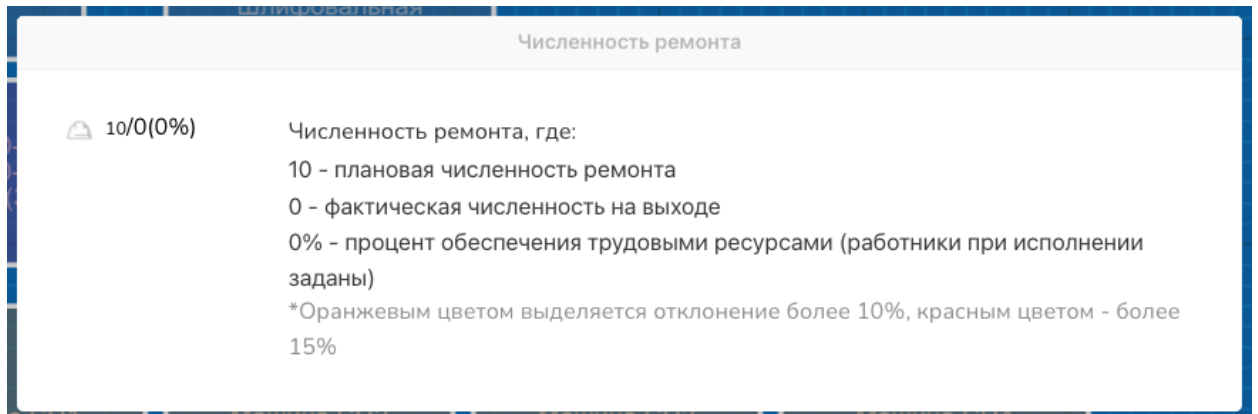

Рисунок 104 - Всплывающее окно «Численность ремонта»
– Численность ремонта (Рисунок 104) – численность уникальных пользователей, участвующих в данном ремонте, численность уникальных пользователей, начавших рабочий день, процент наличия пользователей факт/план,